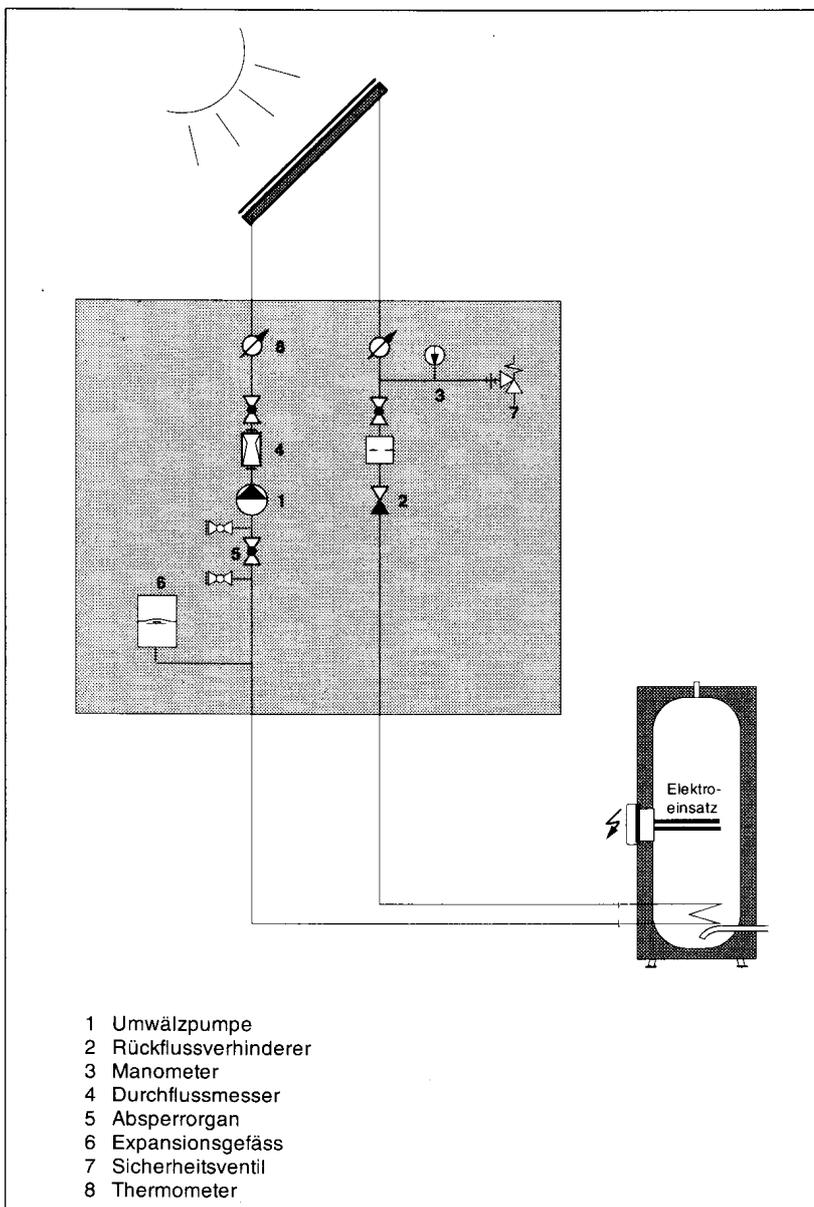

Bild 20:
Der Wärmetransport vom Kollektor zum Speicher findet mit Hilfe des Kollektorkreislaufes statt: Zwei Leitungen verbinden Kollektor und Speicher, wobei eine Pumpe für die Umwälzung des Wärmeträgermediums sorgt. Der Kollektorkreislauf ist ein geschlossenes System (siehe Bild 20). Deshalb braucht es ein Expansionsgefäß (6) und ein Sicherheitsventil (7) sowie eine geeignete Füllvorrichtung (5) mit zwei Füllhähnen und einem Schieber dazwischen. Das Wärmeträgermedium ist ein Gemisch aus Wasser und Glykol (Frostschutz). Da das Wärmeträgermedium nicht das Speichermedium selbst ist, muss ein Wärmetauschervorgehen werden. Nachts ist der Kollektor kälter als der untere Teil des Speichers; um den Wärmetransport durch Schwerkraft rückwärts zum Kollektor zu unterbinden, ist deshalb ein Rückschlagventil (2) im Kollektorkreislauf notwendig.